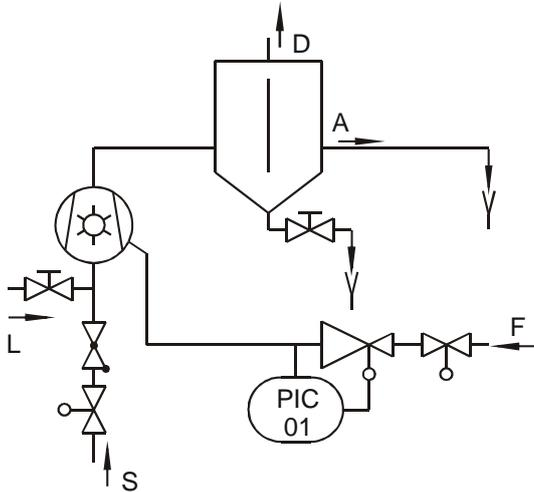

Abb. 8 Durchlaufkühlung
- ▶ Druck in der Betriebsflüssigkeitsleitung auf max. 0,2 bar Überdruck einstellen (→ Schema Abb. 8).